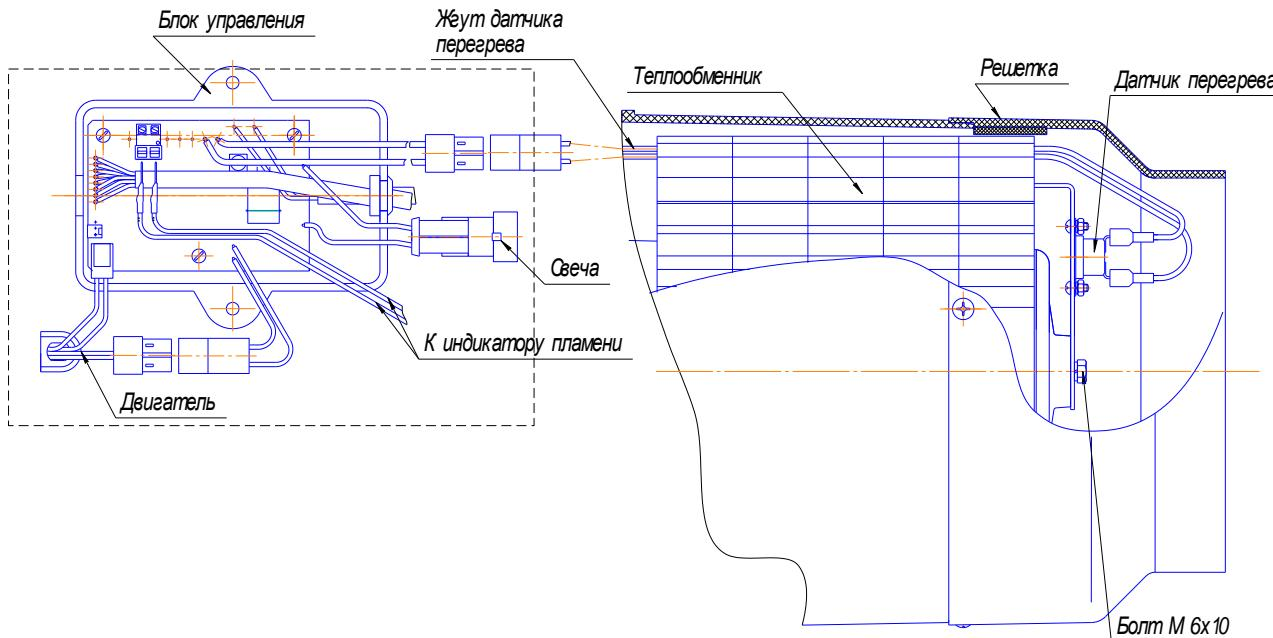

Рис. 6 – Схема соединения датчика перегрева с блоком управления
Датчик перегрева (рис.6) служит для контроля температуры нагрева теплообменника. При достижении теплообменником температуры выше 250 °C происходит автоматическое выключение отопителя. Поводом для замены может служить отключение отопителя при температуре теплообменника ниже 250°C или по причинам, указанными в таблице 2.
3. Проверьте блок управления. Замкните между собой контакты проводов, идущие от БУ к датчику перегрева (рис.6а), запустите отопитель.
- отсоединить контакты проводов от датчика перегрева и отвернуть винты крепления датчика. Снять датчик перегрева рис. 6;
Рис.6а – Замкнутые провода